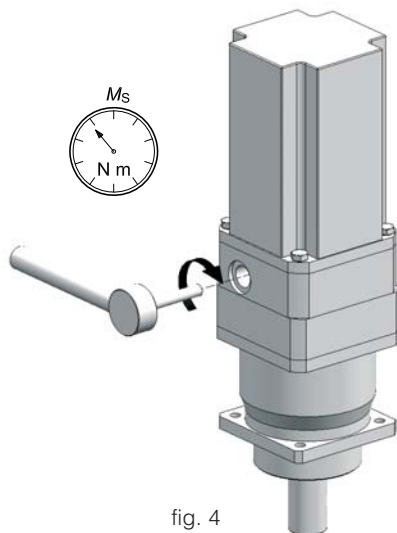

fig. 4
- serrare la vite della bussola di bloccaggio con chiave dinamometrica, fino al raggiungimento del momento di serraggio  $M_s$  indicato in tabella (ved. fig. 4);
- tighten the screws of locking bush with dynamometric wrench until the tightening torque  $M_s$  given in the table is reached (see fig. 4);